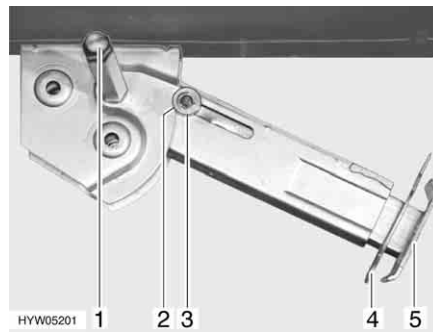

Fig. 45 Apoyo de elevación
- Colocar la llave de vaso en el hexágono (Fig. 45,1) y girarla hasta que el apoyo de elevación quede verticalmente hacia abajo.
- Extraer la clavija hendida (Fig. 45,4) de la prolongación del pie de apoyo (Fig. 45,5).
- Colocar la llave de vaso en el hexágono (Fig. 45,1) y girarla hasta que el apoyo de elevación esté de nuevo libre del suelo.
- Introducir totalmente la prolongación del pie de apoyo (Fig. 45,5) e introducir la clavija hendida (Fig. 45,4) en el orificio previsto para ello que hay en la prolongación del pie de apoyo.
- Girar con la llave de vaso en el hexágono (Fig. 45,1) hasta que el apoyo de elevación bascule hacia arriba y la arandela de guía (Fig. 45,3) esté totalmente introducida en la entalladura (Fig. 45,2).